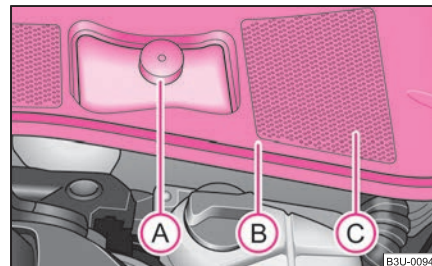

Abb. 177 Motorraum: Bremsflüssigkeitsbehälter
- Ziehen Sie die Gummidichtung  ⇒ Seite 193, Abb. 177 teilweise ab und heben Sie die Abdeckung  etwas hoch.